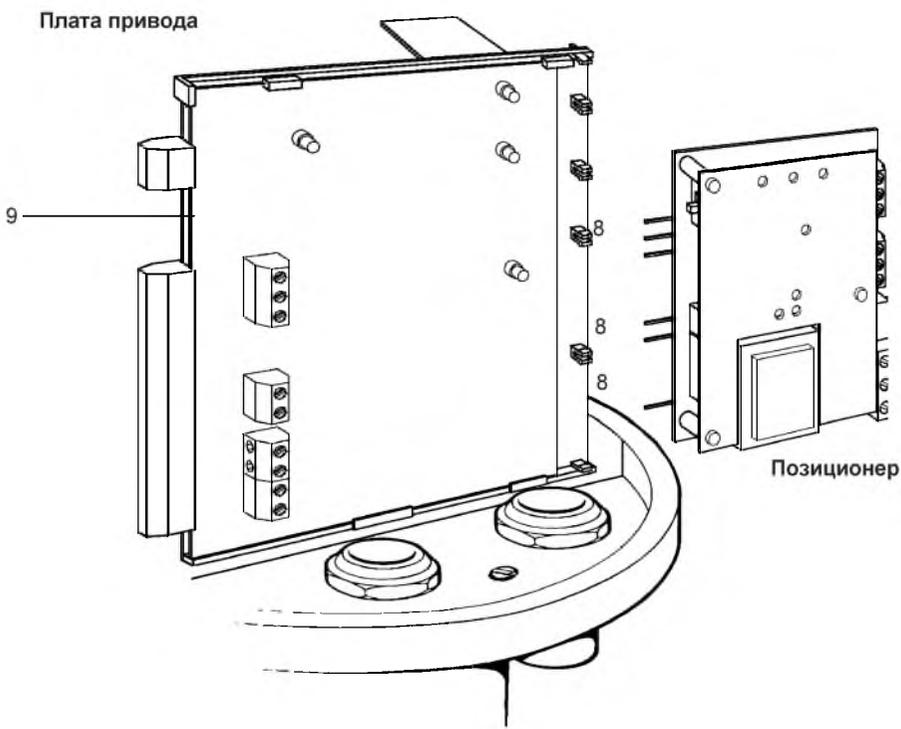

Рис.3
2.5 Установка позиционера (Рис.3)